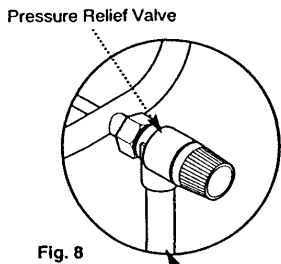

Fig. 8
**6.7 Pressure Relief Valve (Fig. 8)**